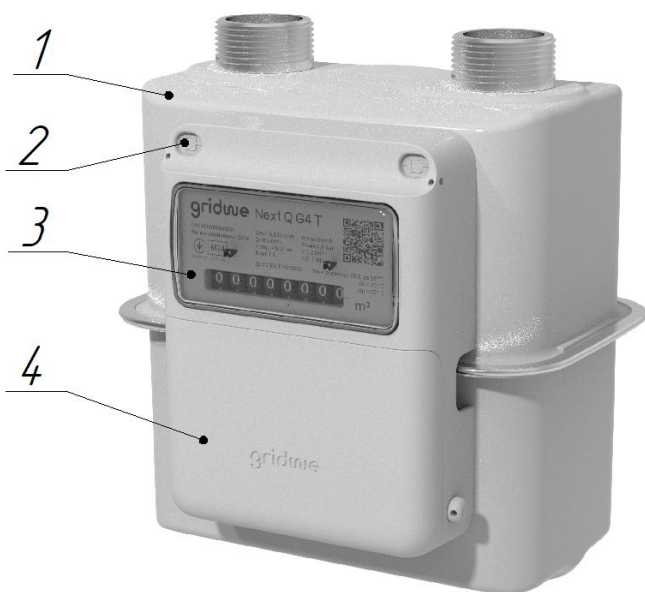

Рисунок 2 – Конструкція лічильника
5.1 Лічильники складаються з двох основних вузлів: корпусу з вимірювальним механізмом та відлікового пристрою зберігання та передачі даних, закріпленому на ньому на двох гвинтах, закритих виробником пломбами -заглушками (дивись Рисунок 2).